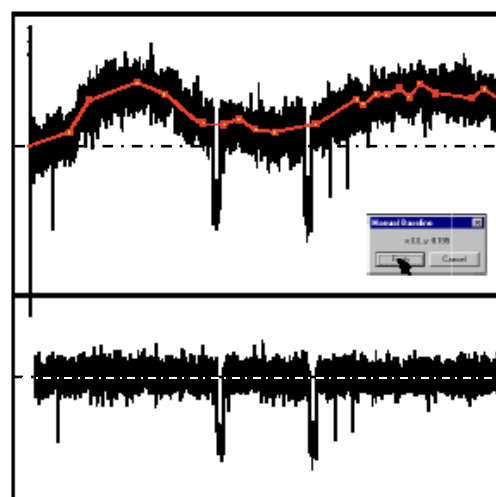

图 6. Clampfit 基线调零功能——手工调零法
(4) **Adjust manually (手工调零法)**: 手工调零基线, 可对任意数据点进行任意幅度的基线调零。选择此项后, 在数据图形上将出现一条线, 两端有方块形的“把手 (Handle)”, 在线上任何地方点击鼠标左键即可增加把手的数目。根据采样图形偏离基线的情况, 将把手用鼠标左键向任意方向拖至任意偏离 0 基线的幅度, 其与 0 点的距离即为要减去的幅度值。在插入框 Manual Baseline 中点击“OK”, 即完成基线调零 (图 6)。该方法适合于调节单通道电流的基线漂移或者基线漂移无规律的数据, 其调节效果非常好。